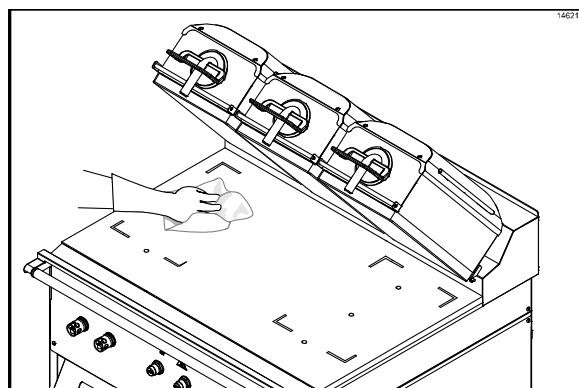

Abbildung 65
37. Die untere Grillfläche mit einem sauberen, mit Desinfektionsmittel getränkten Grilltuch reinwischen. (Siehe Abbildung 65.)